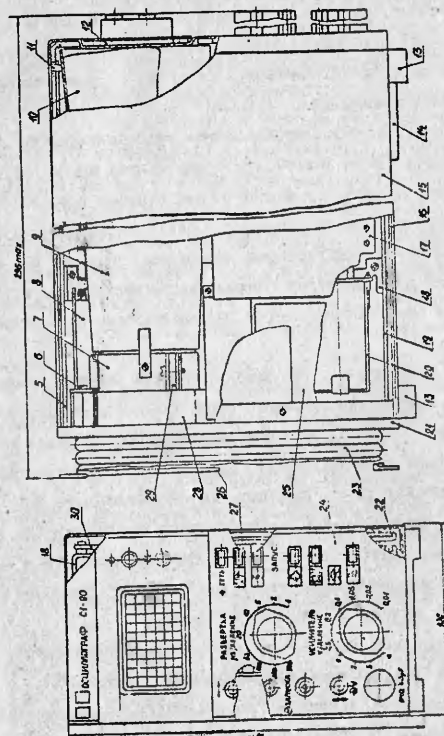

Рис.3. Конструкция осциллографа
4.3.1. Осциллограф выполнен в настольном варианте вертикального построения (рис.3). Несущий каркас выполнен на основе алюминиевых сплавов и состоит из литых передней и задней стенок (22,21 соответственно, штампованной планки 5 и кронштейна I9. П-образный кожух I5 и дно I6 ограничивают доступ внутрь осциллографа. На поверхности кожуха имеются вентиляционные отверстия.